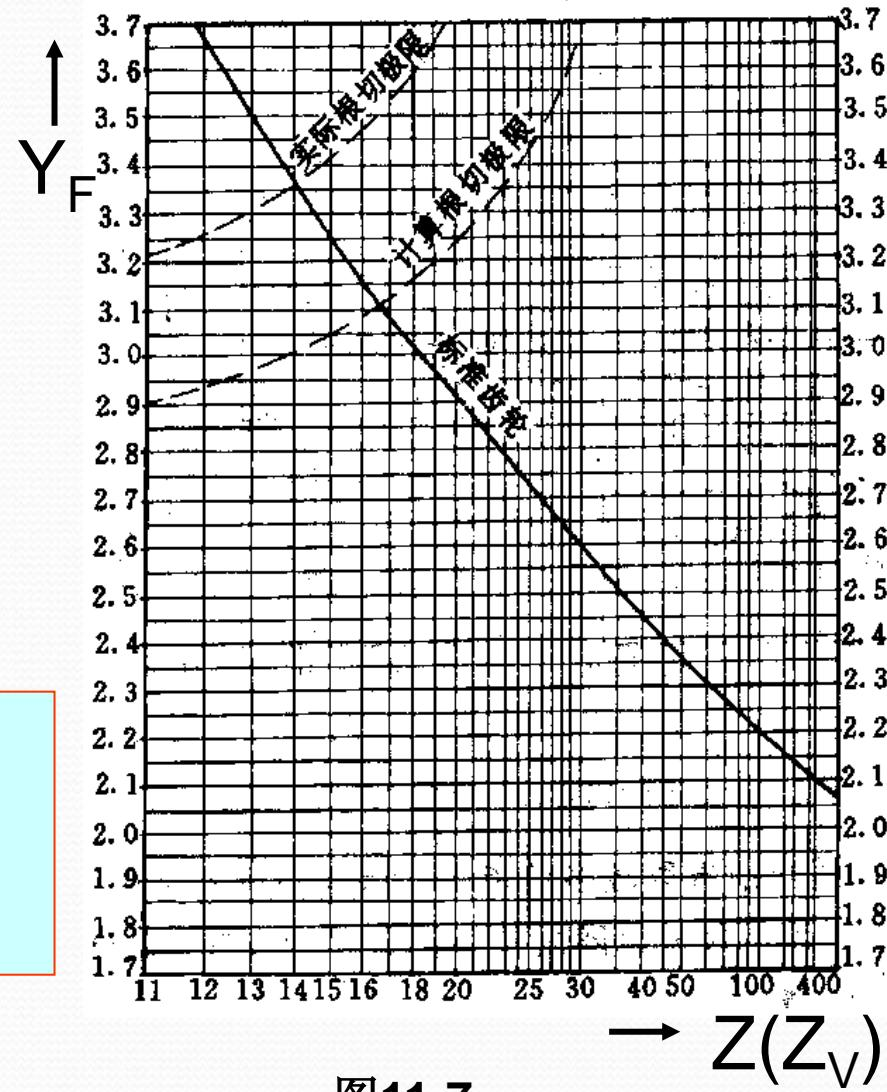

图11-7
Y_F ——齿形系数 查图11-7;
(1) 查齿形系数 Y_F (图11-7 P.189): $Y_{F1}=2.57$, $Y_{F2}=2.18$
(2) 验算弯曲应力